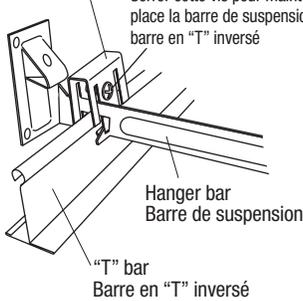

Fig 5
3. Remove J-box cover to J-box by pushing up on spring clip. Attach conduit with connector to J-box and secure (Fig. 5).
3. Retirer le couvercle de la boîte de jonction en poussant l'attache à ressort vers le haut. (Fig. 5)